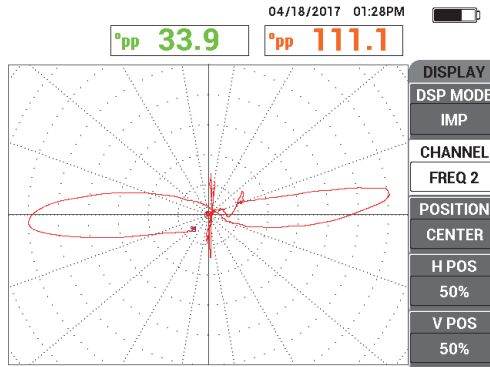

Figura 5-201 Sinal vertical na frequência 2
- Rastreie todo o tubo e verifique se o defeito da parede é vertical e se o sinal do anel do suporte não está saturado. Ajuste conforme a necessidade (veja Figura 5-201 na página 275).